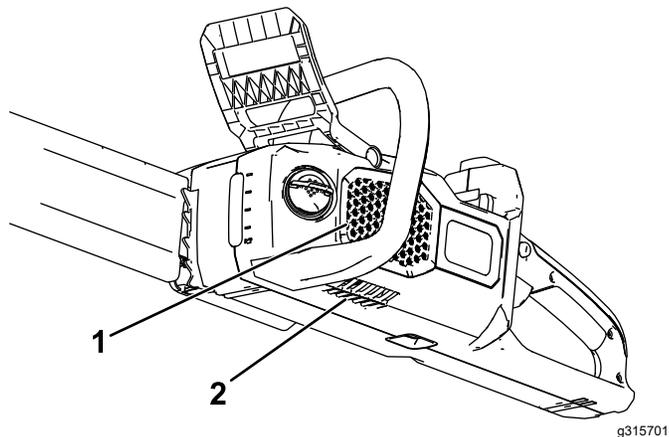

図 6
1. チェーンソーの通気口にほこりやごみが詰まらないようにする 図 6。